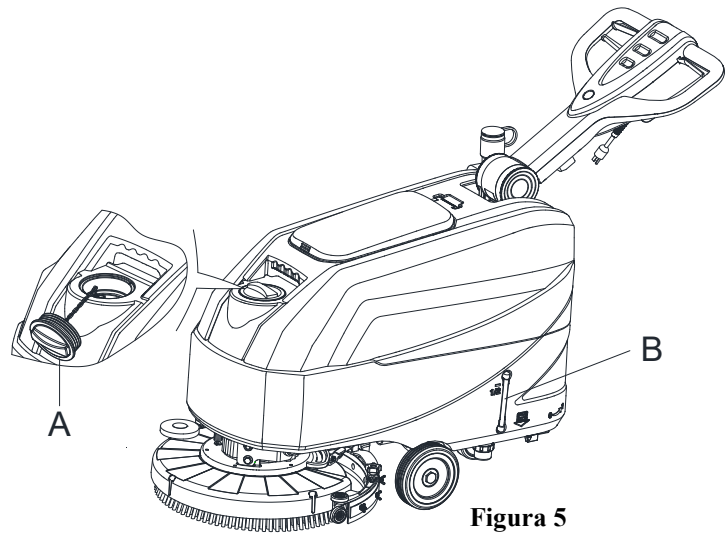

Figura 5
1. Abra la tapa de entrada del agua (A, Figura 5).